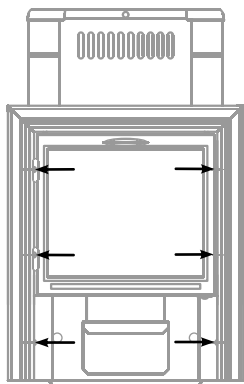

Рисунок 5. Винты для демонтажа дверки при монтаже печи «Ангара Витра»
1) открутить саморезы 6 шт., которыми прикрепляется дверка с рамкой к топливному каналу и снять ее; (см. рисунок 5)